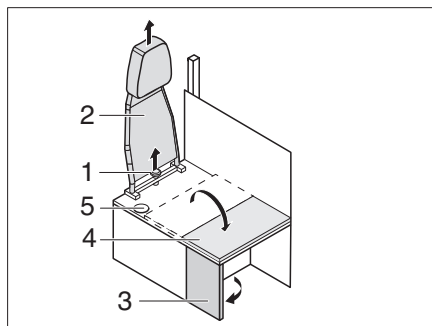

Fig. 212 Trasformazione da posizione di marcia a posizione abitativa
- Svitare la vite con manopola a stella (Fig. 212,1) e togliere lo schienale (Fig. 212,2) verso l'alto.
- Aprire la parete laterale (Fig. 212,3).
- Aprire e spingere la prolunga del divanetto (Fig. 212,4) sulla parete laterale.
- ▷ Per la trasformazione dalla posizione abitativa alla posizione di marcia procedere in ordine inverso. Prestare attenzione a condurre la cintura di sicurezza attraverso l'apertura (Fig. 212,5).